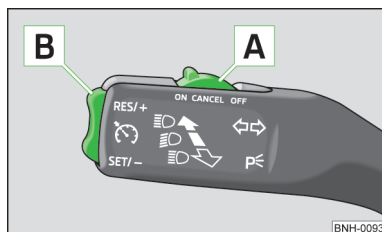

Fig. 68
- Pulsar el conmutador **A** » fig. 68 a la posición **ON**.
- Presionar el balancín **B** » fig. 68 » página 77 a la posición **RES**.
- La velocidad memorizada se puede **reducir** presionando el balancín **B** » fig. 68 » página 77 en la posición **SET**.
La velocidad también se **desconecta temporalmente**, pulsando el interruptor **A** » fig. 68 » página 77 en la posición de suspensión elástica **CANCEL** o bien el pedal de freno o de embrague.
- Pulsar el conmutador **A** » fig. 68 » página 77 desplazándolo hacia la derecha a la posición **OFF**.